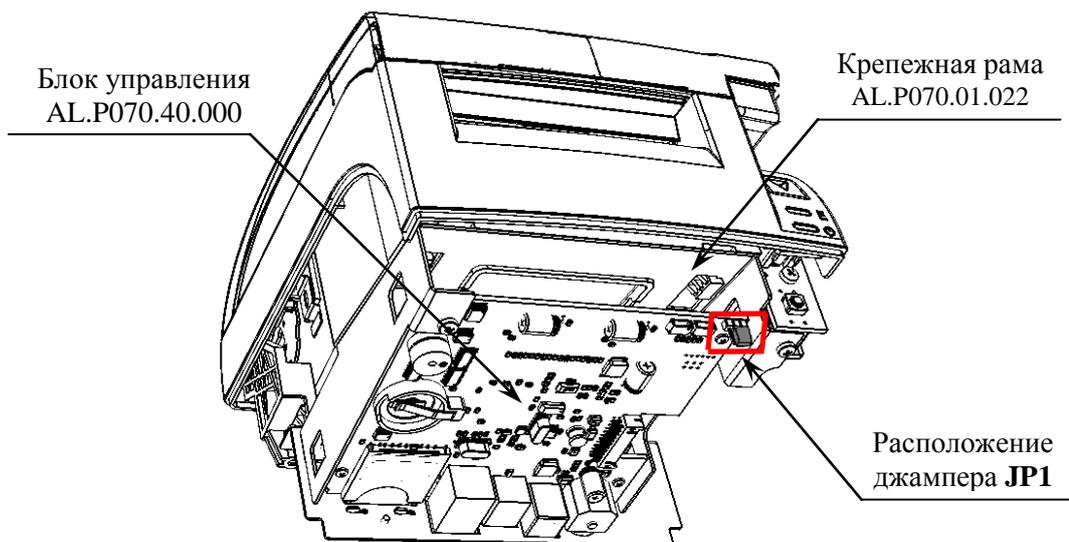

Рисунок 21. Расположение блока управления в корпусе изделия.
Блок управления зафиксирован в крепежной раме, которая в свою очередь прикреплена к нижней части корпуса изделия (смотрите рисунок 21).
1. Выключить изделие. Отключить блок питания от изделия, отсоединить подключенные к изделию кабели внешних устройств (кабель интерфейсный RS-232 или кабель USB, или кабель Ethernet, кабель денежного ящика). Открутив винты крепления, частично демонтировать корпус изделия (извлечь отсек для ЭКЛЗ, затем отделить нижнюю часть корпуса от его верхней части согласно разделу «Замена ФП» на странице 14 данной инструкции), получить доступ к блоку управления изделия и джамперу **JP1** (смотрите рисунок 21 на странице 28).